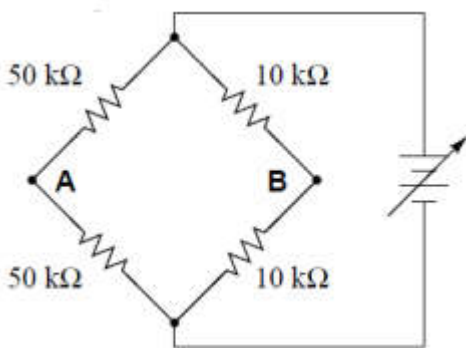

Fig. 3. Punte Wheatstone.
14. Se dă puntea Wheatstone din Fig. 3, aflată la echilibru. Evident, relația de echilibru nu depinde de tensiunea de alimentare E. Totuși, apare o limitare din cauza puterii disipate pe rezistențe. Știind că acestea au puteri nominale de 0.5W și considerând că, pentru a nu se încălzi semnificativ, puterea disipată pe o rezistență nu trebuie să depășească 1/10 din puterea nominală, calculați tensiunea maximă de alimentare a punții, E.